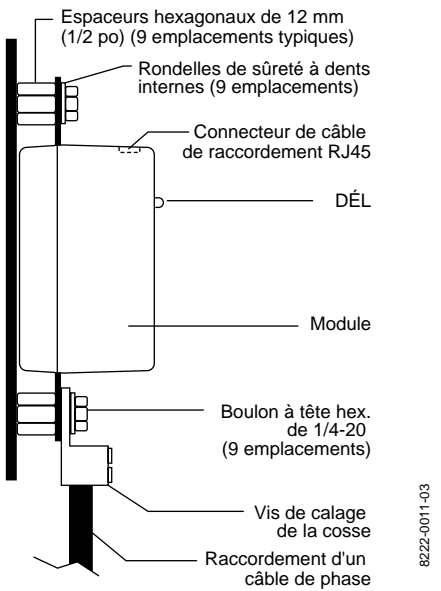

Figure 3 : Module triphasé, vue de côté
3. Utiliser l'outil qui convient pour empêcher chaque espaceur hexagonal de 12 mm (1/2 po) de tourner (voir la figure 3) puis retirer et jeter les neuf boulons à tête hexagonale de 1/4-20 et les neuf rondelles de sûreté à dents internes du module. Il n'est pas nécessaire de retirer des cosse les câbles de raccordement des phases.
5. Installer le nouveau module à l'aide de la quincaillerie neuve fournie (voir la figure 3). Serrer chaque boulon à tête hexagonale de 1/4-20 au couple de 8 N•m (70 lb-po).